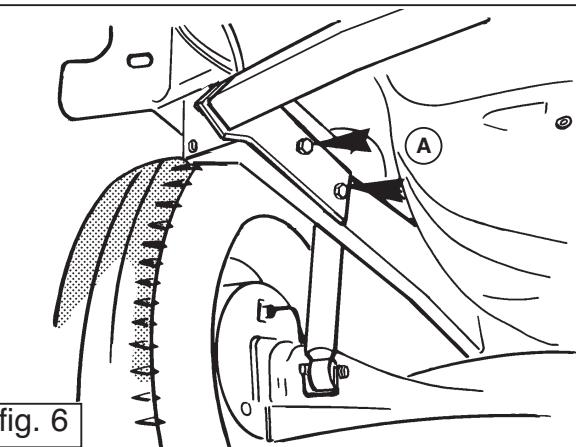
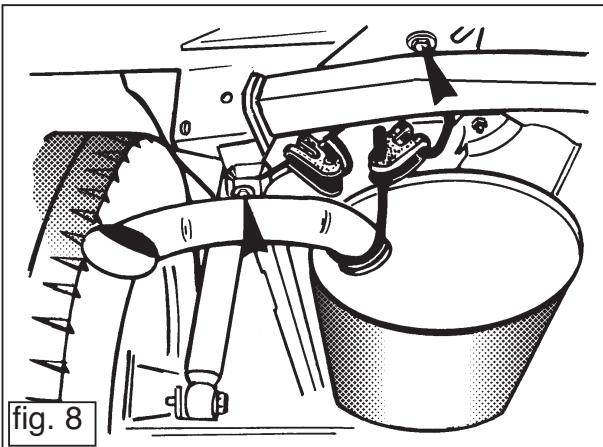

fig. 6
fig. 8
3. Placer anhængertrækket og monter ifølge fig.6, fig.7 og tegningen to bolte M8x40 ved punkterne A, inklusiv fjederskiver og to bolte M8x50 ved punkterne B, inklusiv udfyldningspladerne og fjederskiver. Monter det yderste udstødningsophæng ifølge fig. 8.
3. Przyłożyć belkę haka holowniczego a następnie stosując się do rys.6 i 7 w punktach A zastosować dwie śruby M8x50 wraz z płytami wypełniającymi i podkładkami sprężynowymi. Zamocować ponownie wydech według rys.8.